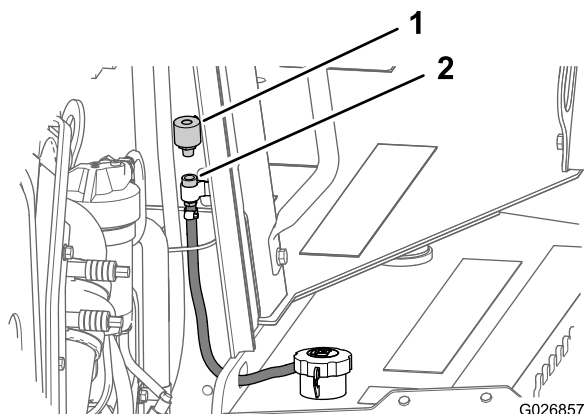

Bild 73
- Drehen Sie den Entlüfter nach links und nehmen Sie ihn vorne an der Motorraumplatte von der Rohrkupplung ab (**Bild 73**).
- Setzen Sie einen neuen Entlüfter in die Rohrkupplung ein und ziehen ihn mit der Hand an (**Bild 73**).